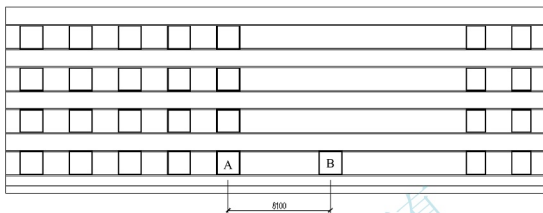

图 4.14 复制生成⑦～⑧轴线之间 1 层的窗洞口
(1) 启动【复制】命令 (快捷键 CO)。
① 在**选择对象**: 提示下, 选择⑤~⑥轴线之间首层的窗洞口 A 并按 Enter 键进入下一步命令。
② 在**指定基点或 [位移(D)] <位移>**: 提示下, 在屏幕上任意单击一点作为复制基
点。打开【正交】功能并将光标缓缓向右拖动，输入“8100”（ $8100=4200+3900$ ）后按 Enter 键结束命令，如图 4.14 所示，这样就复制生成⑦～⑧轴线之间首层的窗洞口 B。